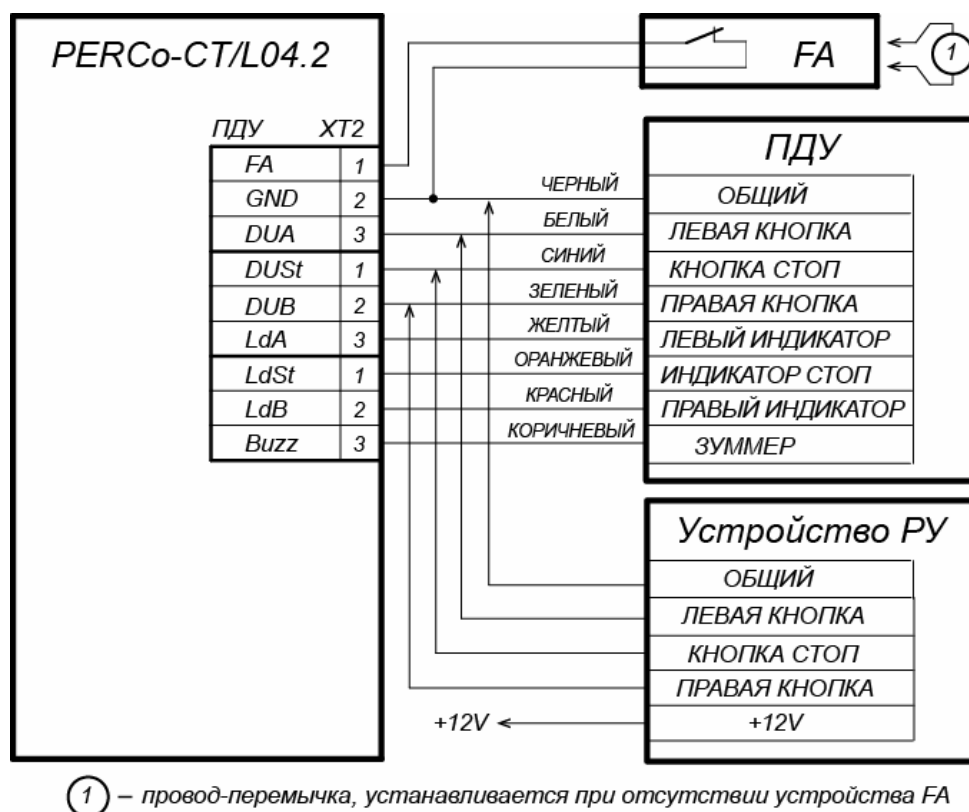

Рисунок 10. Схема подключения ПДУ или устройства РУ для вариантов конфигурации «Контроллер для управления турникетом» и «Контроллер АТП»
- ПДУ (или устройство РУ) подключается к клеммной колодке **XT2** нижней платы контроллера согласно схеме, представленной на рис. 10.
Подключение осуществляется к контактам клеммной колодки **XT2** (см. рис. 10).